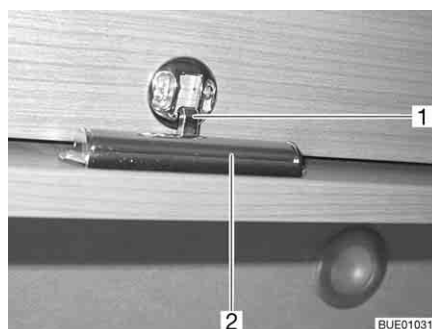

Fig. 68 Sportelli dei mobili con listello di sblocco
- Premere il listello di sblocco (Fig. 68,2) sul lato interno dello sportello del mobile e tenerlo premuto.
- Premere verso il basso lo sportello del mobile, finché il bloccaggio (Fig. 68,1) si innesta sonoramente.